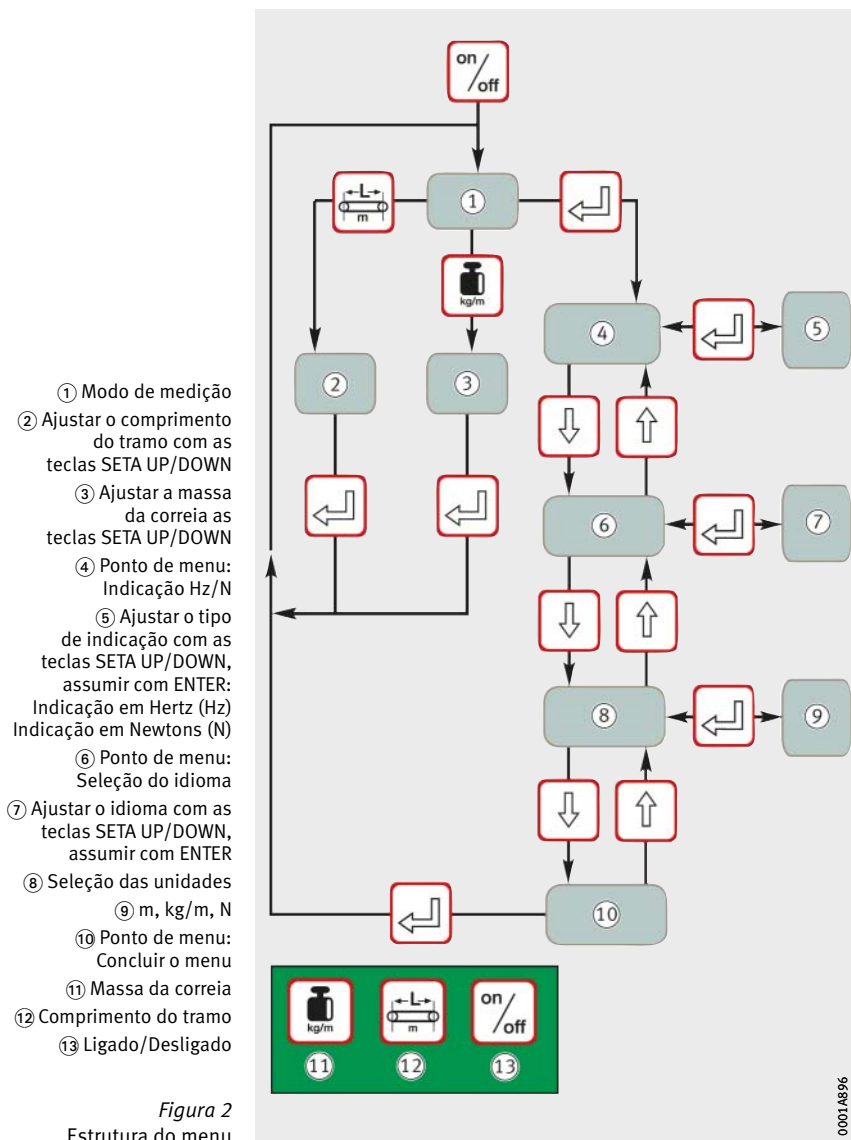

Figura 2
Estrutura do menu A estrutura do menu é mostrada na *figura 2*.
- Para a indicação em N, comutar o aparelho de medição conforme *figura 2*. Antes do início da medição, introduzir a massa da correia e o comprimento do tramo conforme *figura 2*.